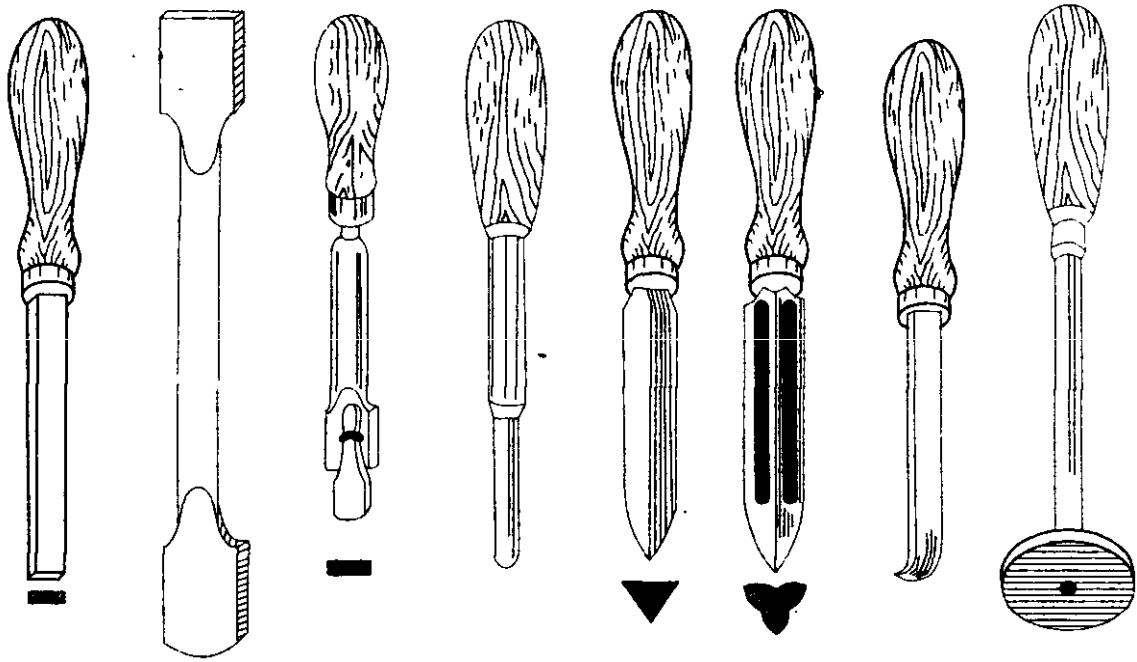

Рис. 22. Шаберы
**Шабрение** — окончательная обработка поверхности заготовки или детали путем снятия, соскабливания с нее тонкого слоя металла шабером (рис. 2, ж; рис. 22). Шабрение применяют для получения поверхности предельно высокой чистоты обработки. Шабрение производят вручную или механически. Ручное шабрение, по сравнению с механизированным, имеет ряд преимуществ, основными из которых являются доступность выполнения простым инструментом и возможность достижения высокой чистоты